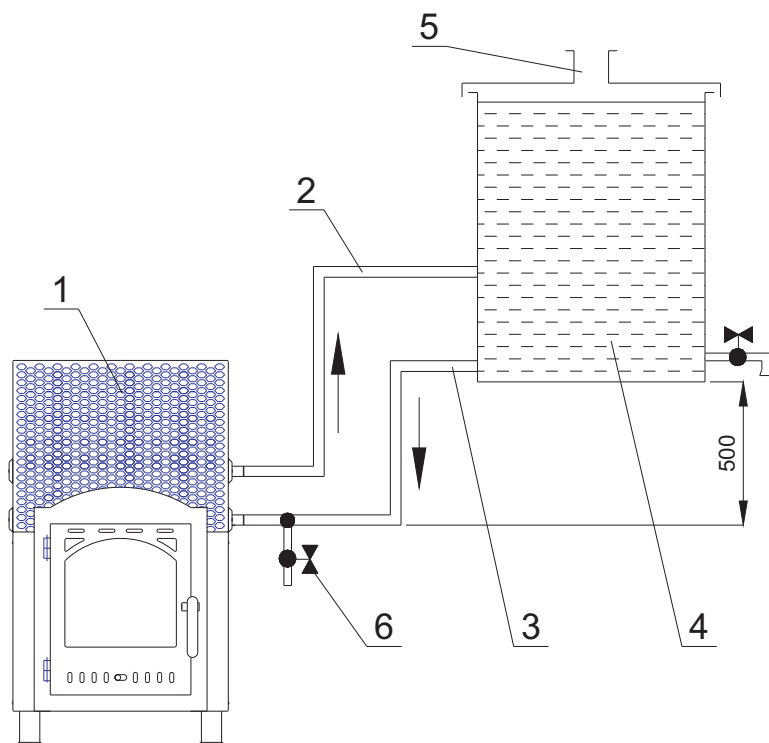

Рис. 4. Схема подсоединения банной печи:
- на крышке емкости должна быть труба (рис. 4, поз.5) или отверстие во избежание создания избыточного давления при нагреве;
Прежде чем начнете топить печь, в случаях, когда установлен теплообменник, убедитесь, что в теплообменнике есть вода, а если ее нет, то наполните емкость для воды хотя бы наполовину (рис. 4, поз. 4). Во время первичной растопки выделяются летучие вещества с неприятным запахом, образующиеся при нагреве краски. В это время помещение следует интенсивно проветривать. Окончательную прочность краска на печи приобретет после первичной растопки.